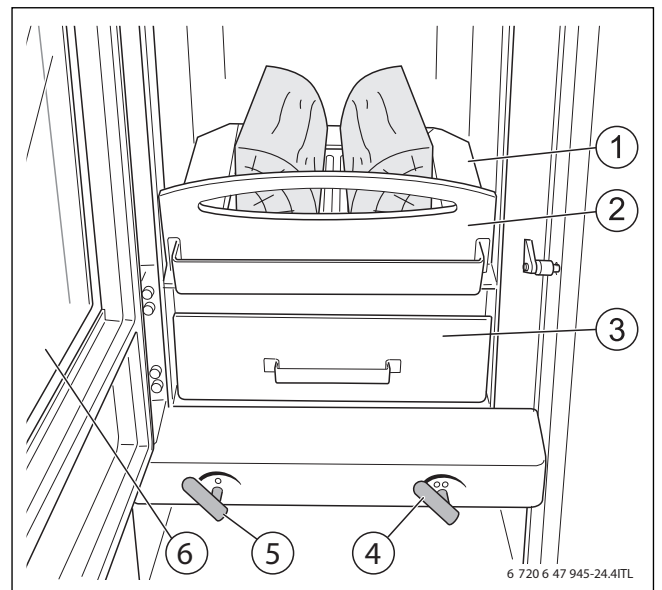

Bild 17 Feuerraum mit Holzscheiten
- ▶ Sekundärluftschieber (\rightarrow Bild 17) zum Erhöhen der Verbrennungsluftzufuhr weiter nach links drehen.
- ▶ Aschekasten (\rightarrow Bild 17, [3]) entnehmen und Asche entsorgen.